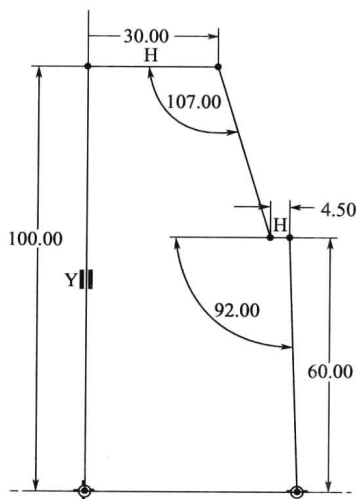
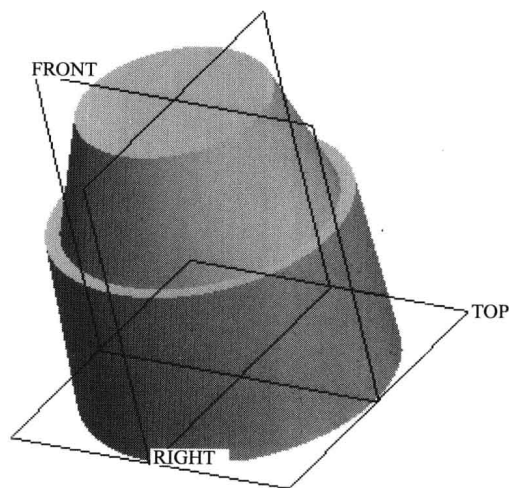

图 1.3 笔帽基本体草绘图
图 1.4 笔帽基本体
(1) 笔帽
① 创建笔帽基本体。单击旋转 ↻ 按钮，选取“FRONT”面作为草绘平面，进入草绘环境后，绘制一个如图 1.3 所示的笔帽基本体草绘图。完毕后单击 $\checkmark$ 按钮，返回主滑板，旋转 360° ，单击 $\checkmark$ 确定后，即可生成笔帽基本体，如图 1.4 所示。